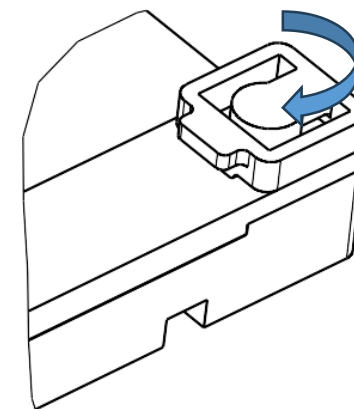

Рисунок 5 – Фиксация адаптера
- поверните опору до щелчка (рисунок 5).